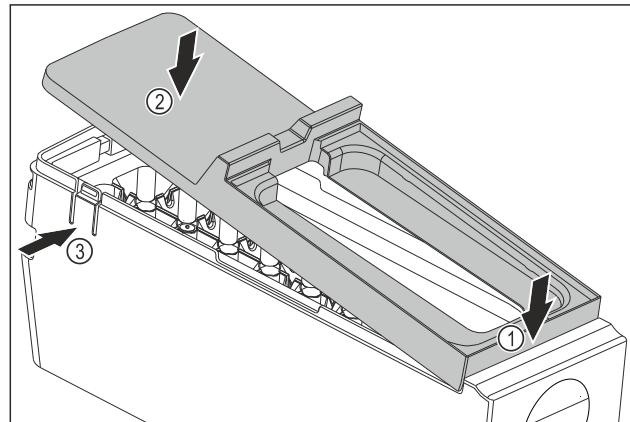

Fig. 151
- 安装 EasyTwist-Ice 机身的盖板：放置盖板前部。Fig. 151 (1)
- 降下盖板后部。Fig. 151 (2)
- 盖板卡入到两个接片 Fig. 151 (3) 中，可以听见声音。